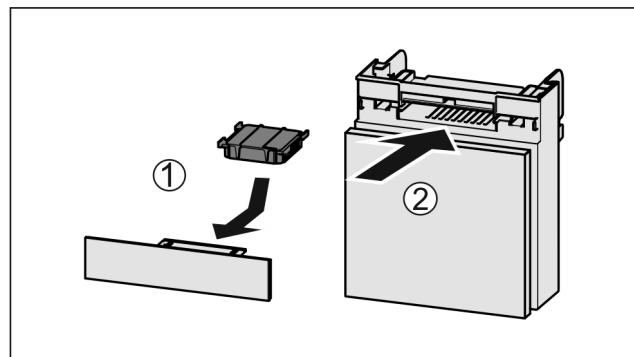

Fig. 52
- Установите фильтр с активированным углем, как показано на рисунке Fig. 52 (1).
- Вставьте отделение Fig. 52 (2).